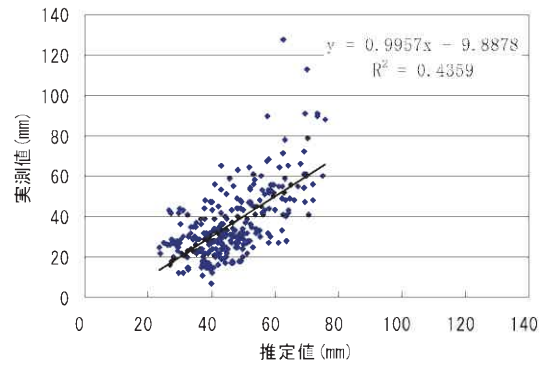

図2 最長の内部割れ長さの推定値と実測値との関係 (スギ)
- 最長の内部割れ長さを推定するための「内部割れ評価シート」を作成し、これを用いて行った実証試験結果を図2に示します。なお、このシートは心持ち平角にも適用できます。